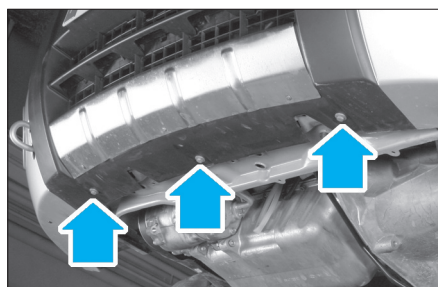

FIG. 5
- les 3 vis de fixation inférieures (3) du bouclier (Fig.5).